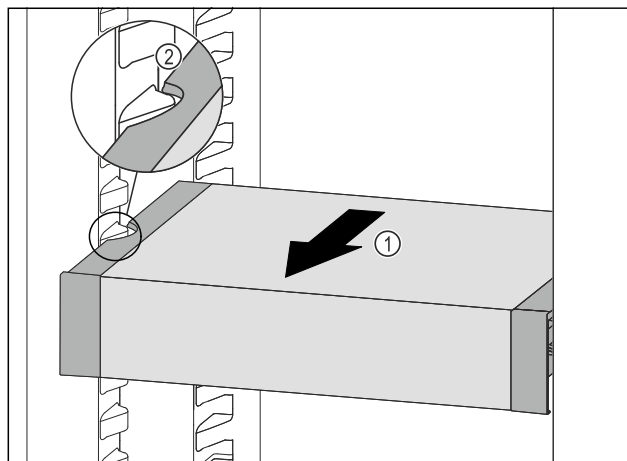

Fig. 102
- Træk VarioSafe fremefter Fig. 102 (1), indtil udsparringerne i siden på VarioSafe er på niveau med beholderribben i kølesektionen. Fig. 102 (2)